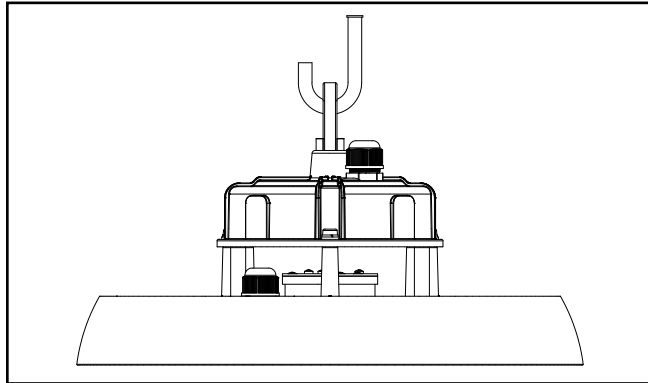

Figura 3
3. Cuelgue el luminario a la estructura (de otras marcas). (Figura 3).